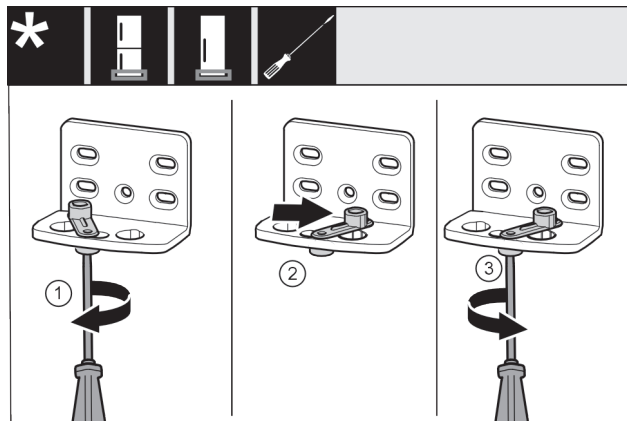

Fig. 19 *
- Odvijačem labavo uvrnite vijak Fig. 19 (1).*
- Podignite pomagalo za zatvaranje vrata Fig. 19 (2) i okrenite ga za 90° nadesno u provrt.*
- Odvijačem pritegnite vijak Fig. 19 (3).*